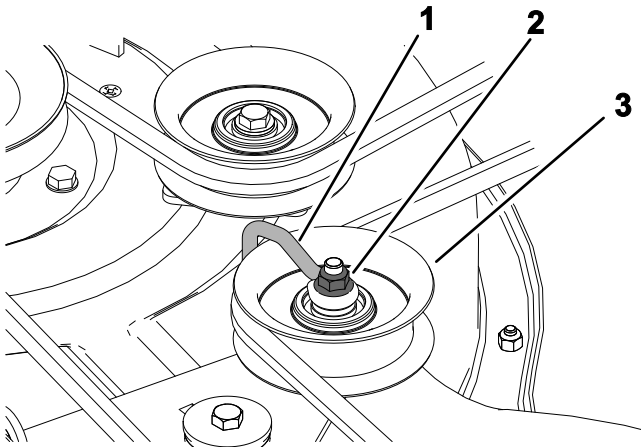

Figure 51
5. Sur les plateaux emboutis, desserrez les écrous qui fixent le fil métallique à la poulie de tension (Figure 51).
9. Sur les plateaux emboutis, serrez les écrous qui fixent le fil métallique à la poulie de tension (Figure 51).
Remarque: Positionnez le fil métallique contre le bras de la poulie de tension comme montré à la Figure 51.